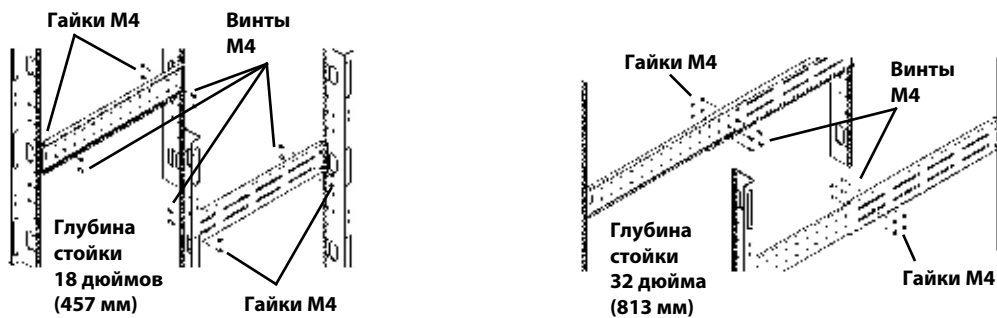

Рис. 11: Скрепление заднего и переднего элементов
4. Возьмите восемь винтов М4 и восемь гаек М4 из монтажного комплекта. Все гайки предусматриваются нейлоновой конtringей вставкой, обеспечивающей фиксацию наполовину затянутого винта. Полностью затяните гайку и винт, чтобы обеспечить надлежащую степень фиксации. Соедините задний и передний элементы и закрепите четырьмя винтами и четырьмя гайками на каждом кронштейне в сборе, как показано на рис. 11. Для обеспечения максимальной опоры вставьте крепления каждого кронштейна в сборе как можно дальше в зависимости от глубины стойки так, чтобы оба элемента находились в зацеплении (см. рис. 11). Проверьте совмещение кронштейнов в сборе и ЗАТЯНИТЕ ВСЕ ВИНТЫ, наживленные в ходе выполнения шагов 2 и 3.